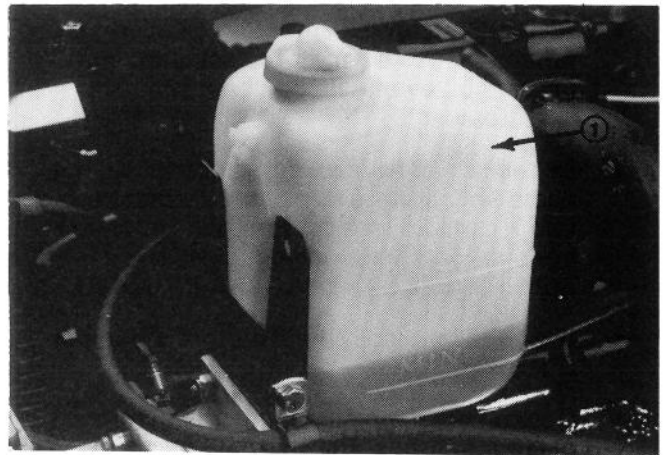

Figura 11
3. Controllate il livello del refrigerante. Il radiatore deve essere pieno fino all'orlo del collo del bocchettone di riempimento e il serbatoio d'espansione (Figura 11) riempito in modo che il livello sia compreso tra le tacche sul lato.